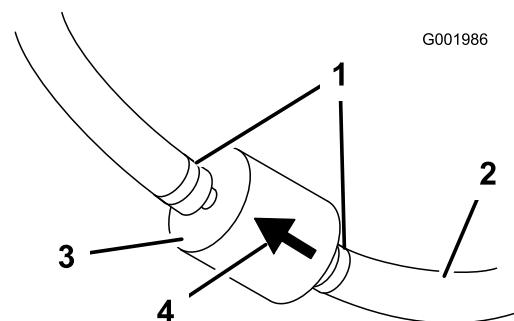

Figura 51
- Aperte as pontas dos grampos da tubagem e afaste-as do filtro (Figura 51).